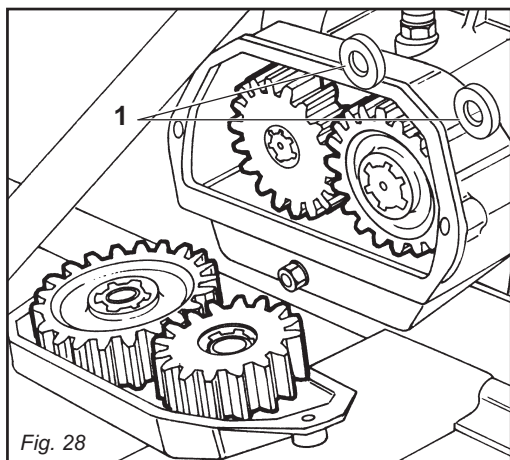

Fig. 28
La macchina è equipaggiata di cambio di velocità (Fig. 28), con una coppia di ingranaggi.
Machine are equipped with a gearshift (Fig. 28), with one pair of gears.
Les machines sont équipées d'une boîte de vitesse (Fig. 28), avec un couple d'engrenages.
Die Maschine sind mit Wechselgetriebe (Abb. 28), mit einem Räderpaar ausgestattet. Dadurch ist es möglich, mehrere Rotordrehgeschwindigkeiten zu erhalten, um damit den Anforderungen des Bedieners zu entsprechen.
Las máquinas están equipadas de cambio de velocidad (Fig. 28), mediante un par de engranajes.
- Fare attenzione durante l'operazione a non far cadere i distanziali (1 Fig. 28), all'interno della scatola cambio.
- La caduta dei distanziali (1 Fig. 28), all'interno della scatola cambio può causare la rottura degli ingranaggi.
- While changing gears pay attention that the spacers (1 Fig. 28) fitted behind the gears do not fall in the gearbox.
- The falling of the spaces (1 Fig. 28) inside the gearbox can cause the braking of the gears.
- Au changement des pignons faire attention que les entretoises (1 Fig. 28) montées derrières les pignons ne tombent pas dans le boîtier.
- La chute des entretoises (1 Fig. 28) à l'intérieur de la boîte de vitesse, peut causer la rupture des pignons.
- Während sie das Getriebe verändern, bitte passen sie auf, dass die Distanzialstücke (1 Abb. 28) hinten den Zahnradern nicht in das Getriebe fallen.
- Der verfall der Distanzialstücke (1 Abb. 28) kann der bruch der zahnradern.
- Cuando cambian los engranajes prestan atención que los distanciadores (1 Fig. 28) montados detrás de los engranajes no caen en el cambio.
- La caída de los espaciadores (1 Fig. 28) puede causar la ruptura de los engranajes.